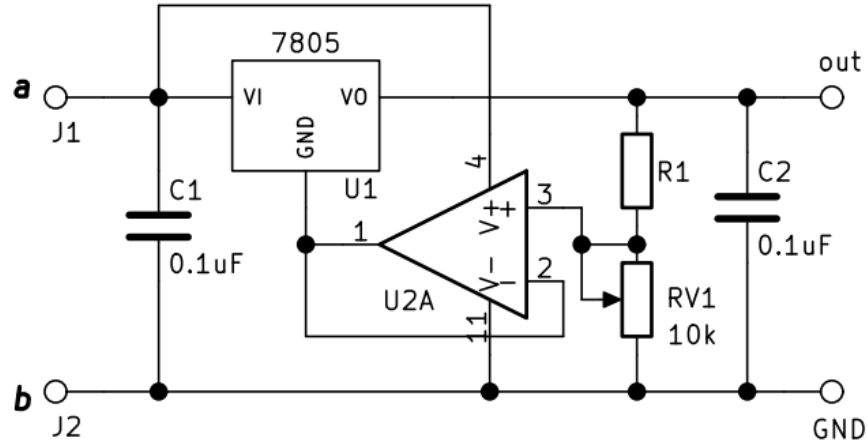

Figura 2: Fuente regulada ajustable
1. Se realiza el montaje del circuito de la figura 2